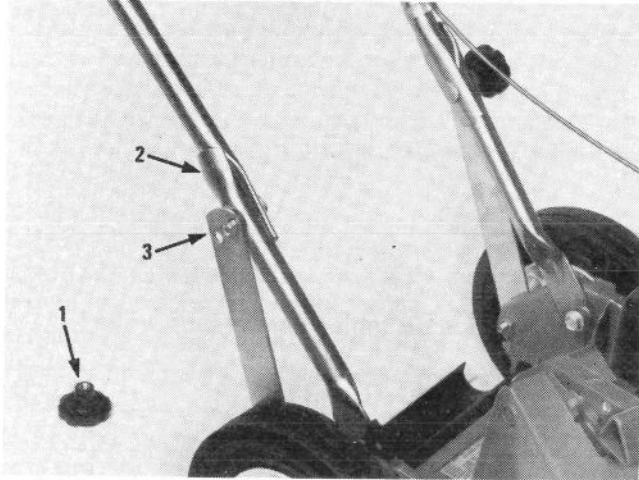

Figure 2
1. Le guidon est réglable à trois différentes hauteurs selon les préférences de l'utilisateur. Desserrez un bouton et enlevez l'autre bouton sur le côté opposé du guidon. Alignez la tige filetée sur le côté du guidon avec le trou dans la barre d'enclenchement (Fig. 2), et poussez la barre vers l'intérieur pour l'engager sur la tige.